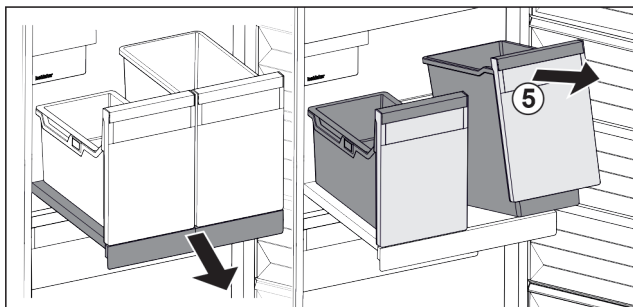

Fig. 100
- ▶ Ridicați recipientul Fig. 100 (5) din față.